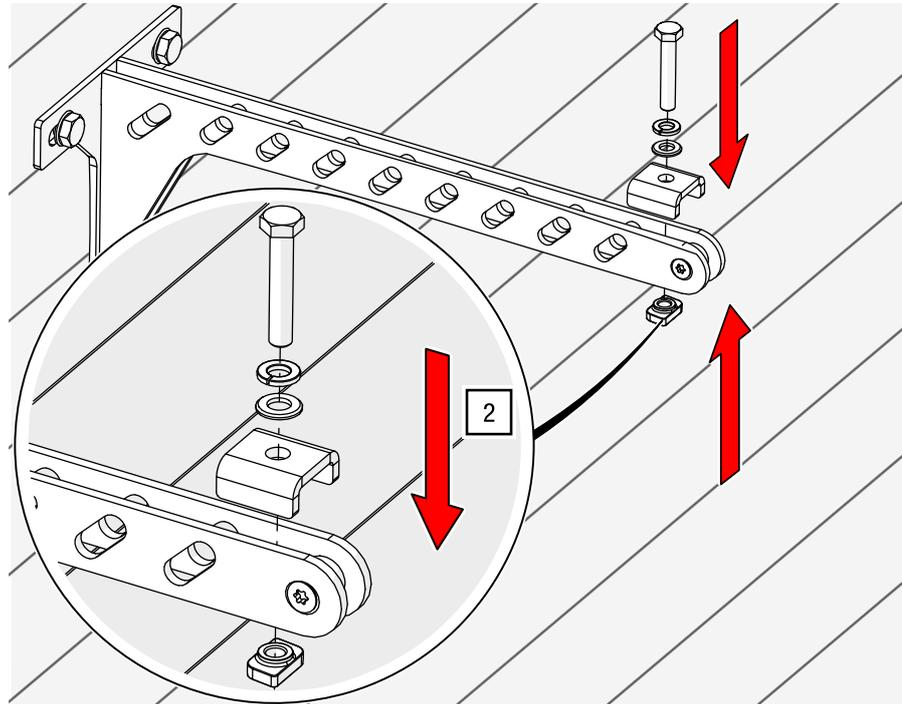

Abb. 68: Wandarm – Schrauben mit Nutenstein vormontieren
2. Setzen Sie das U-Blech auf den Wandarm und den Nutenstein und drehen Sie die Schraube mit der Hand wenige Gewindengänge ein (siehe Abb. 68).